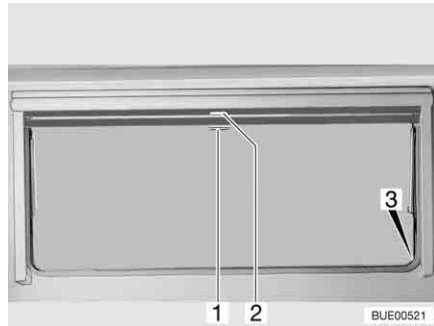

Bild 71 Ausstellfenster
- Verdunklungsrollo am Griff (Bild 71,2) nach unten ziehen. Wenn das Verdunklungsrollo ganz geschlossen wird, das Verdunklungsrollo auf beiden Seiten am Fensterrahmen in die Arretierung (Bild 71,3) einhängen.
- Wenn das Verdunklungsrollo vollständig geschlossen ist: Den Griff (Bild 71,2) nach unten drücken und den Griff dabei leicht nach innen ziehen. Das Verdunklungsrollo aus den Arretierungen links und rechts am Fensterrahmen aushängen.
- Wenn sich das Verdunklungsrollo in Zwischenposition befindet: Den Griff (Bild 71,2) leicht nach unten ziehen, bis sich die Arretierung gelöst hat.
- Insektenschutzrollo am Griff (Bild 71,1) nach unten ziehen und auf beiden Seiten am Fensterrahmen in die Arretierung (Bild 71,3) einhängen.
- Griff (Bild 71,1) nach unten drücken und den Griff dabei leicht nach innen ziehen. Das Insektenschutzrollo aus den Arretierungen links und rechts am Fensterrahmen aushängen.